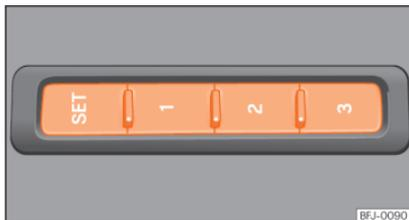

Abb. 122 Außen am Fahrersitz: Speichertasten.
- Taste **SET** länger als 1 Sekunde drücken »» **Abb. 122.**
- Taste **SET** gedrückt halten »» **Abb. 122.**